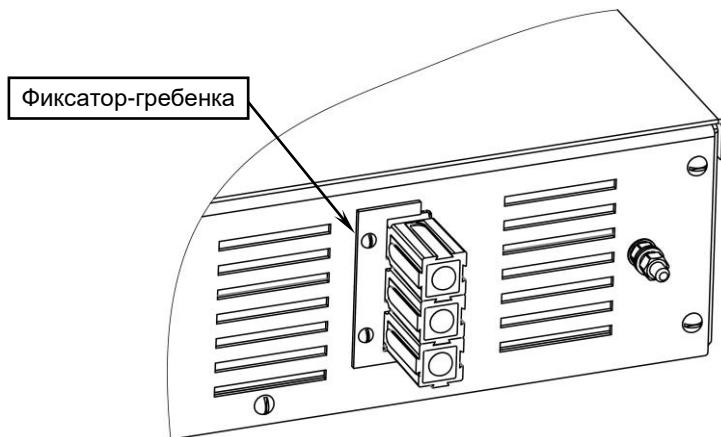

Рисунок 6 — Подключение кабельного разъема к изделию
- установите фиксаторы-гребенки для подключенных к изделию кабельных разъемов (входят в комплект поставки) и закрепите их винтами от снятых ранее защитных заглушек (см. рисунок 6).